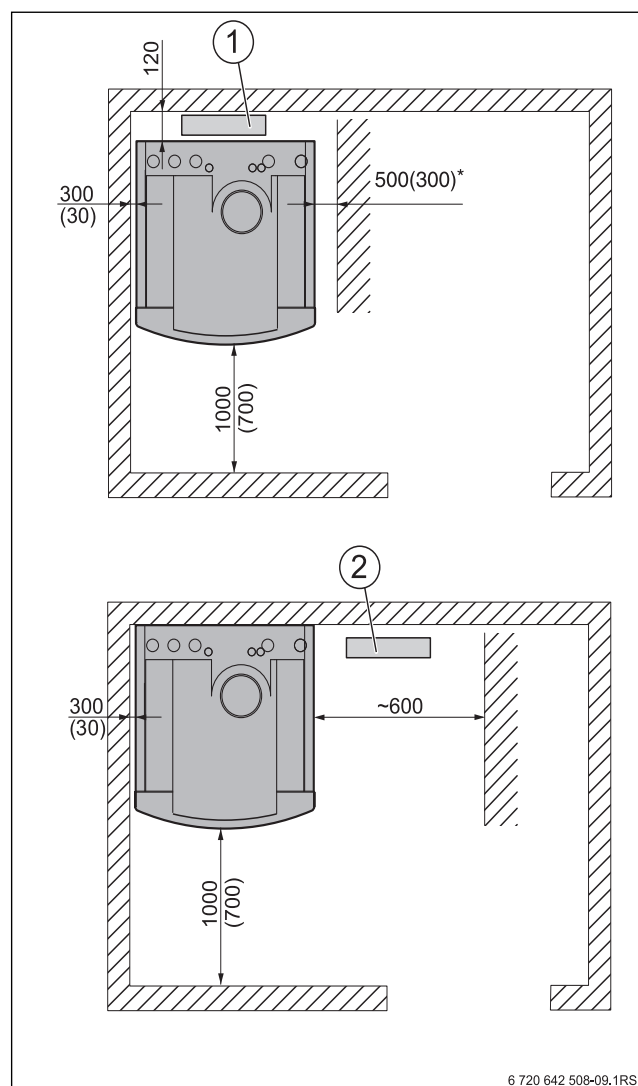

Bild 20 Empfohlene Wandabstandsmaße, in Klammern Mindestwandabstandsmaße (in mm)
► Mindesthöhe (→ Tabelle 4, Seite 9) und die Mindestwandabstände im Aufstellraum (→ Bild 20) einhalten.